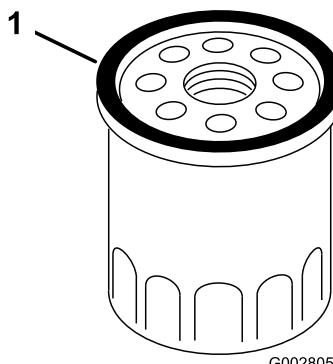

Figure 26
8. Avec les doigts, appliquez de l'huile sur le joint du filtre neuf (Figure 26).